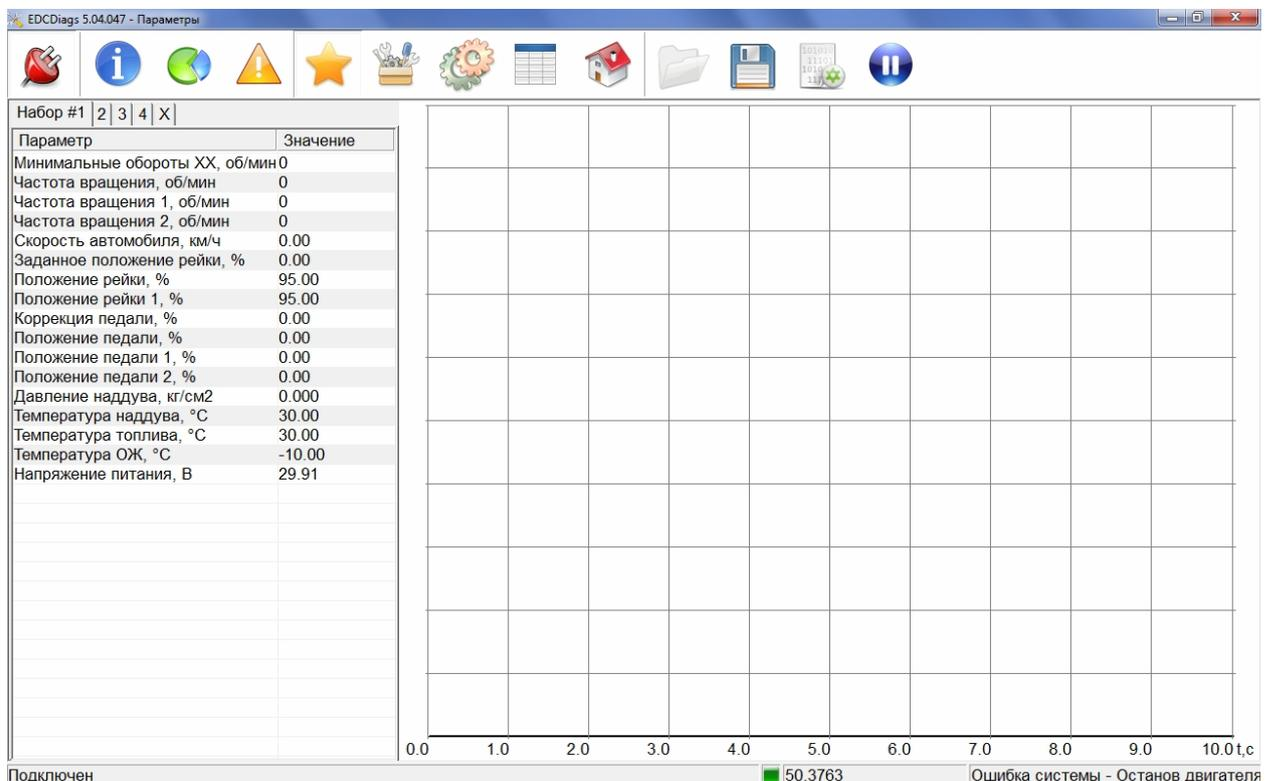

Рис. 3.4.
3.7.1. Открыть вкладку «Параметры»  в основном окне программы EDCDiags (рис. 3.4).